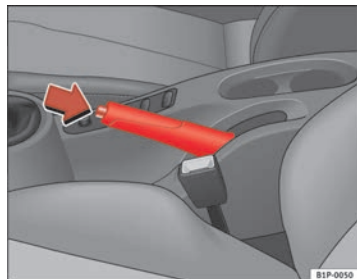

Fig. 130 Travão de mão entre os bancos dianteiros
- Puxe com força para cima a alavanca do travão de mão ⇒ **fig. 130**.
- Puxar a alavanca um pouco para cima, premir o botão de desbloqueio no sentido da seta ⇒ **fig. 130** e fazer descer completamente a alavanca ⇒ **⚠**.